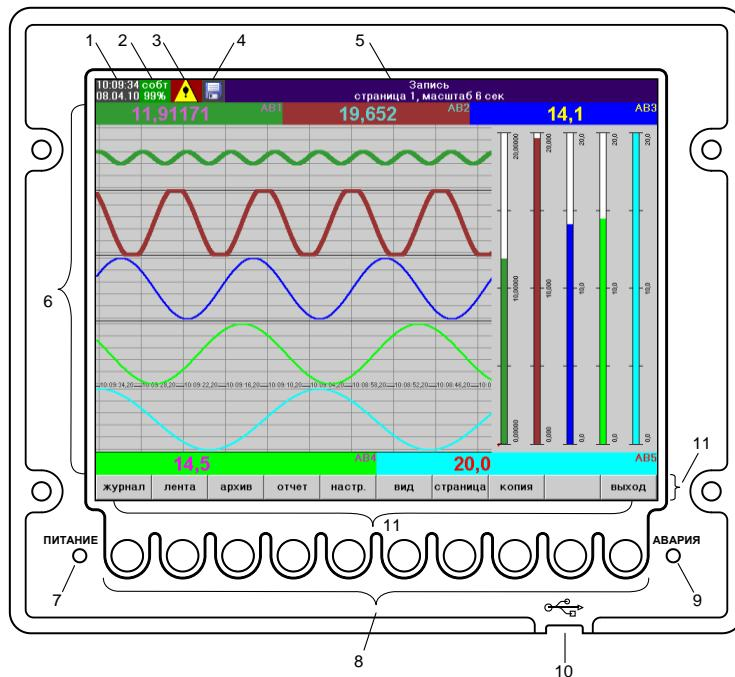

Рисунок 2.1 Интерфейс регистратора в режиме измерения
Регистратор имеет 10 сенсорных клавиш со светодиодной индикацией, расположенных в нижней части лицевой панели (см. рис. 2.1). Функции клавиш определяются
- Текущее время и дата (см. рис. 2.1, поз. 1).
- Индикатор состояния памяти журнала событий (см. рис. 2.1, поз. 2). На индикаторе отображается количество свободной памяти для неподтвержденных событий в процентах от максимального размера журнала событий (750). Для того, чтобы освободить память, нужно войти в режим просмотра журнала событий и нажать клавишу **«Подтвердить все»**. В зависимости от уровня заполнения журнала индикатор имеет следующий цвет:
- Индикатор состояния аварийной сигнализации (см. рис. 2.1, поз. 3). Индикатор имеет следующие состояния:
- Индикатор текущего режима работы регистратора (см. рис. 2.1, поз. 5). На данном индикаторе выводится название текущего режима и другая дополнительная информация.
- Рабочее поле (см. рис. 2.1, поз. 6). В зависимости от режима работы регистра тора на данном участке экрана отображается информация о текущих или архивных измерениях и настройках регистра тора.
- Функциональное обозначение клавиш регистра тора (см. рис. 2.1, поз. 11).
- Разъем для подключения USB-Flash карты (см. рис. 2.1, поз. 10). В случае если в разъем вставлена USB-Flash карта, то на экране регистра тора (см. рис. 2.1, поз. 4) отображается пиктограмма в виде дискеты.
Для увеличения глубины архива измерений предусмотрена функция «Запись по событию». Для активации данной функции следует в меню «Общие настройки» установить параметр «Запись данных» значение «По событию». После этого регистратор переходит в режим ожидания события. В этом режиме производится измерение сигналов, однако не производится запись их значений во внутреннюю память. При этом на индикатор текущего режима работы регистратора (см. рис. 2.1, поз. 4) выводится сообщение «Измерение (ожидание события)». Также следует установить действие «Запись» для какой либо уставки (действие можно установить для аналоговых, дискретных или частотно-импульсных входов, сумматоров, расписания). Следует отметить, что поскольку запись данных в этом режиме не ведется, то просмотреть архивные данные за этот период невозможно.